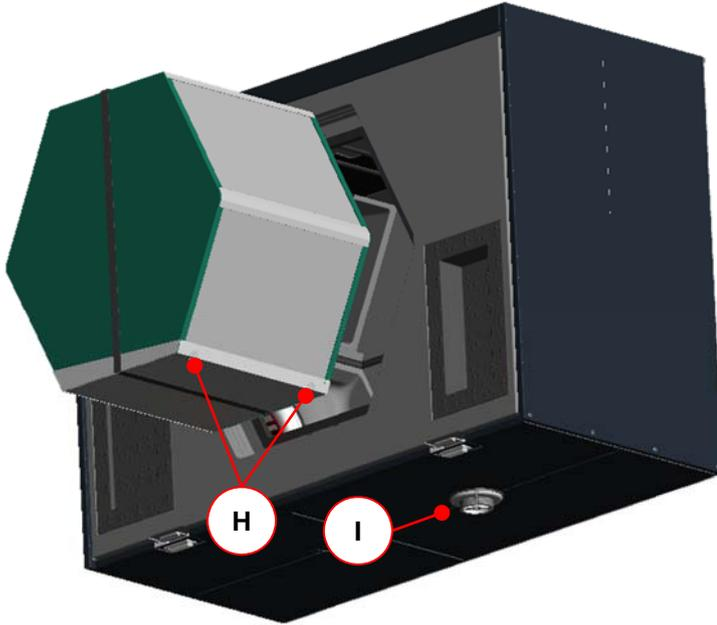

Abb. 42: Lage der Kondensatwanne beim Einschieben des Wärmetauschers
2. Setzen Sie den betreffenden Wärmetauscher-Typ unter Beachtung der Hinweise zur Abb. 42 ein, und führen Sie die Arbeitsschritte 9. bis 10. gemäß 0 durch.